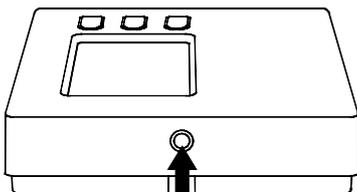

Fig. 3
**1** Spingere, con l'aiuto di un cacciavite, la linguetta plastica situata nella feritoia posta sul lato sinistro, fino a sollevare leggermente la calotta (Fig. 3).